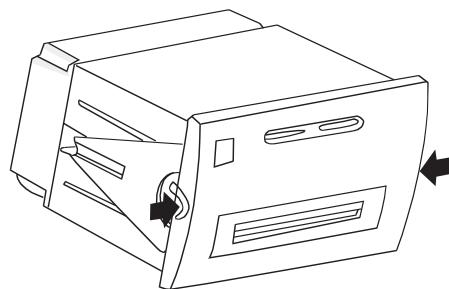
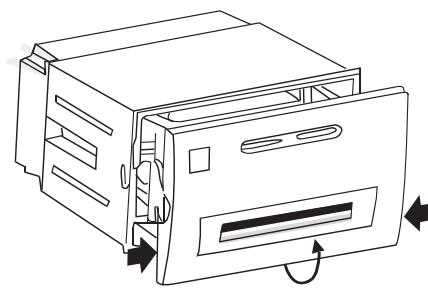
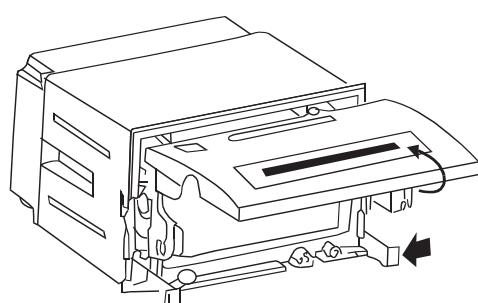
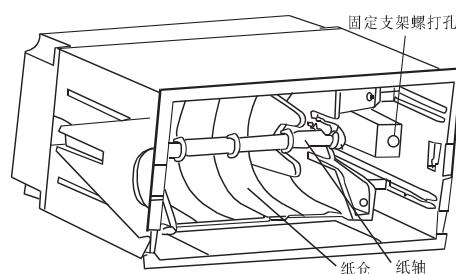

图 2
图 3
图 4
图 6
- (1) 拉出打印机的前盖板、机头架及纸仓，如图2 所示。
- (2) 拉住机头架左右角翻转90度，如图3、4。
- (3) 从打印机纸仓中拉出纸卷轴。如果打印机上已有纸卷，可跳过这步，到第(5)步。
- (4) 将新纸卷套在纸卷轴上，并轻轻推入纸仓中的纸卷轴卡槽中，一定要确认纸卷轴已安装牢固，如图6、7。
(1) 拉出盖、机头架及纸仓，如图2；按住机头架下方固定挂钩并翻开机盖，如图3；打开后形状（会看到打印头），如图4。